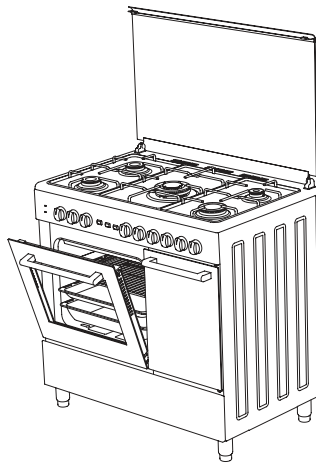

Figura 30
3. Coloque el panel de seguridad apoyado debajo del panel de mandos abriendo la puerta del horno. (Figura 30)